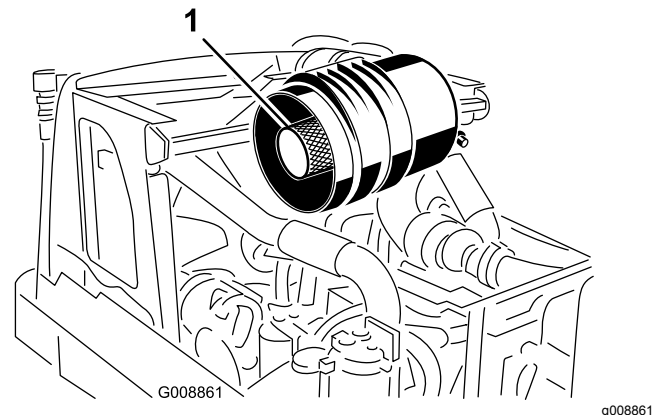

Figura 47
**Importante:** Non cercate di pulire il filtro di sicurezza. Sostituitelo ogni 3 interventi di manutenzione sul filtro primario (Figura 47).